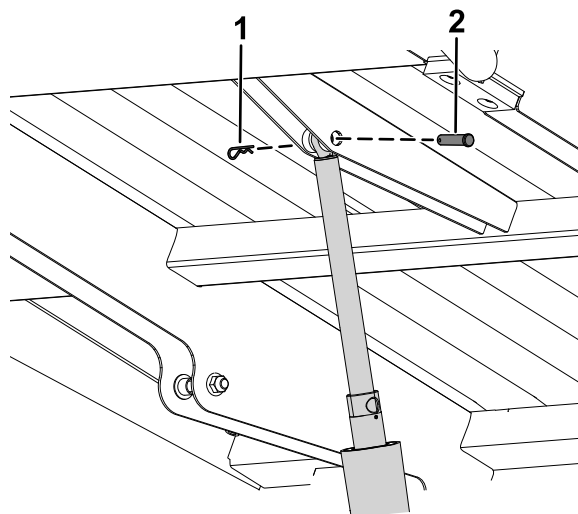

Figure 8
5. Fixez la partie déployée du vérin de levage au plateau de chargement à l'aide d'un axe de chape et d'une goupille fendue (Figure 8).